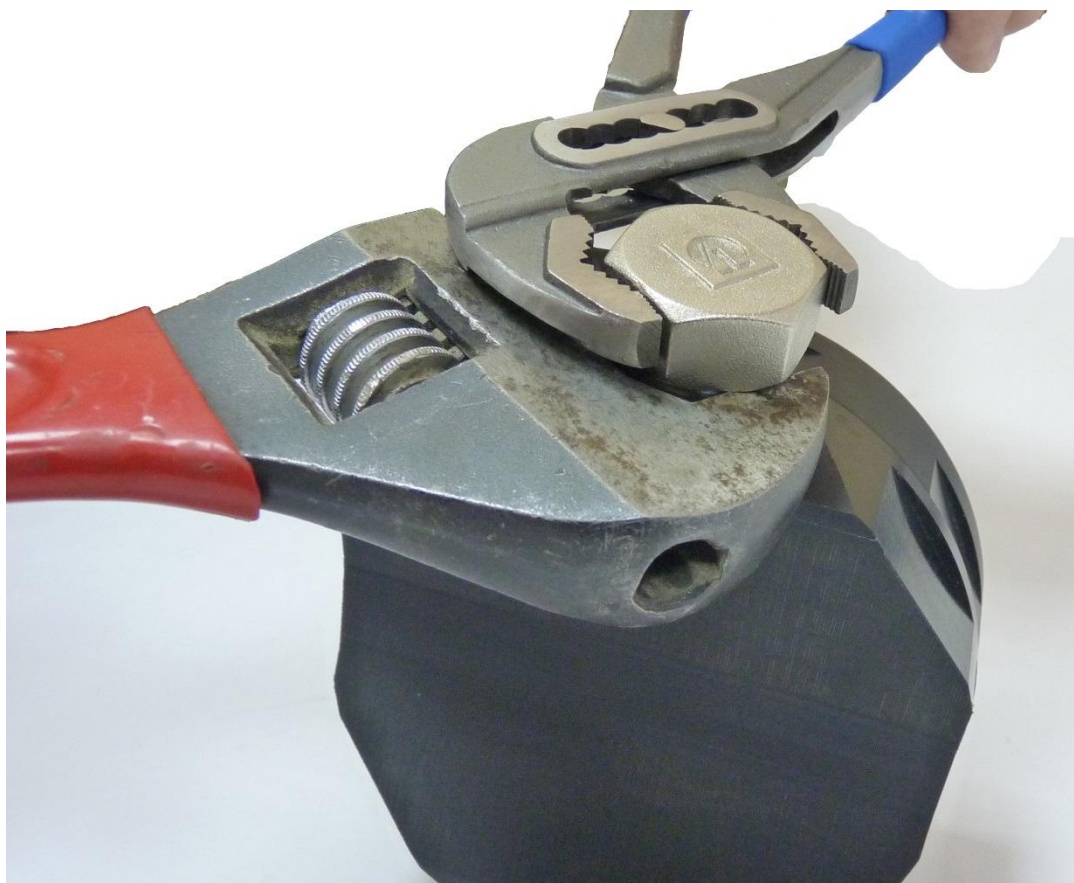

Рисунок 2 Герметизация блока разъемов
- 3.1.1 Открутить заглушку разъема рис. 2.